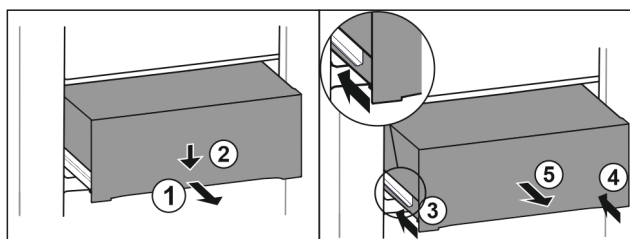

Fig. 104
- Schubfach halb herausziehen. Fig. 104 (1)
- Schubfach an der Vorderseite nach unten drücken. Fig. 104 (2)
- Linke Schiene etwa 2 cm einschieben. Fig. 104 (3)
- Rechte Schiene etwa 2 cm einschieben. Fig. 104 (4)
- Schubfach nach vorne entnehmen. Fig. 104 (5)